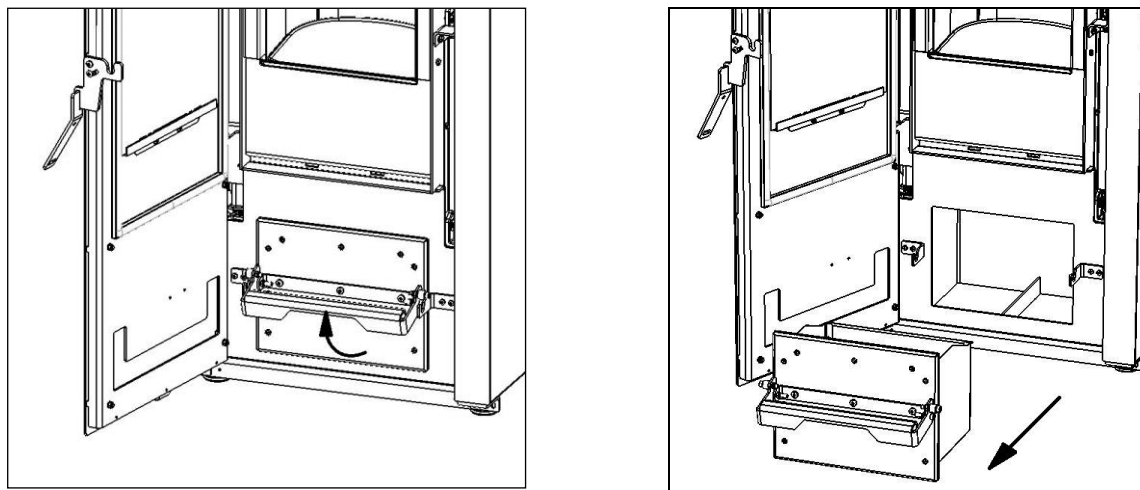

Fig. 10.5
1. Extraiga el cajón de cenizas utilizando el tirador tal y como se indica en la imagen (ver **Fig. 10.5**). Vacíelo y aspire las posibles cenizas depositadas tanto en cajón como en la cavidad donde se aloja el mismo, prestando especial atención a la presencia de ascuas que podrían dañar el aparato utilizado para realizar la limpieza. Una vez se ha realizado la limpieza, vuelva a colocarlo en su posición prestando especial atención al cierre.